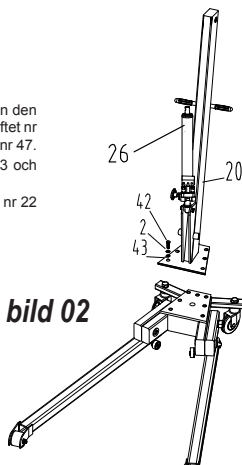

bild 02
- Se bild 02 : Använd brickan nr 2 med den spända brickan nr 43 och bulten nr 42 för att fästa pelarstödet nr 20 på basen nr 44.